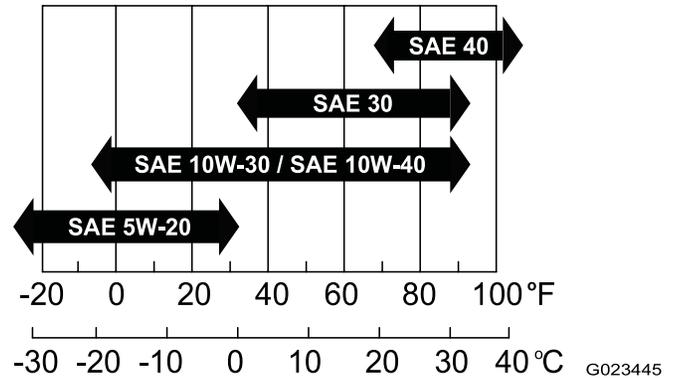

图38
- **粘度：** SAE 30；请参阅下表了解其他粘度（图38）：